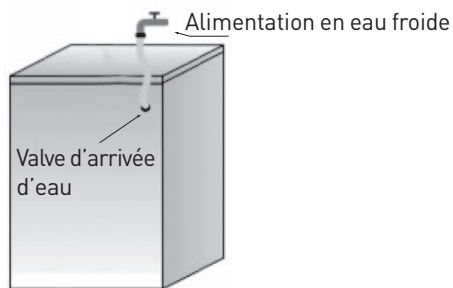

Fig.1
1. Raccordez le tuyau d'arrivée au robinet d'eau froide et à la vanne d'arrivée à l'arrière de la machine, comme sur la Fig. 1.